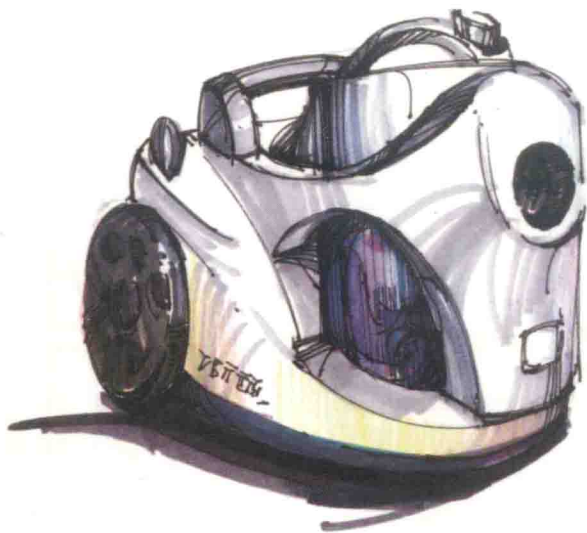

图2-13 小电器的概括表现图
(1) 概括法: 根据设计创意的不同, 把形态特征明显的设计创意概括出来, 而省略其没有明显特征的部分, 以此来完成快速的表达。如用马克笔等工具表现其材质特殊组合的不同, 突出设计创意部分(如图2-13)。